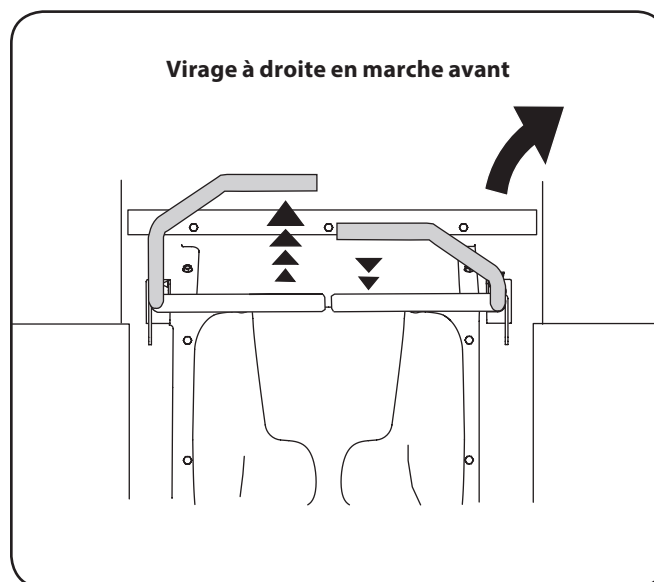

Figure 5-4
- Pour tourner à droite, tirez la barre de conduite droite vers vous et poussez la barre de conduite gauche vers l'avant. Voir Figure 5-4.